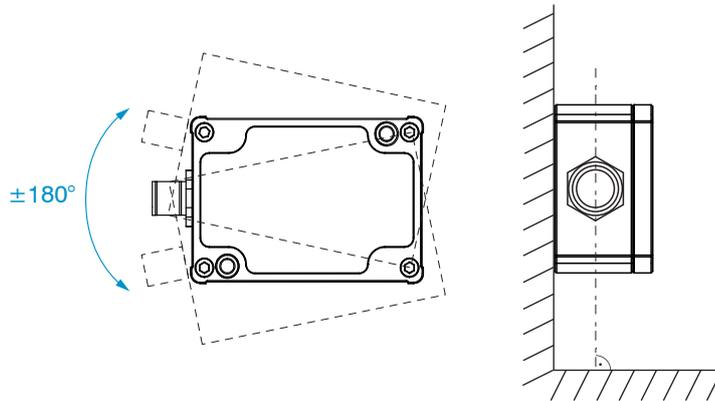

Abb. 2 Nullposition (Winkelwert 0°); Messwinkel $\pm 180^\circ$
- Für präzise Messungen ist der Sensor ohne Verkipfung zu positionieren, siehe Abb. 2.